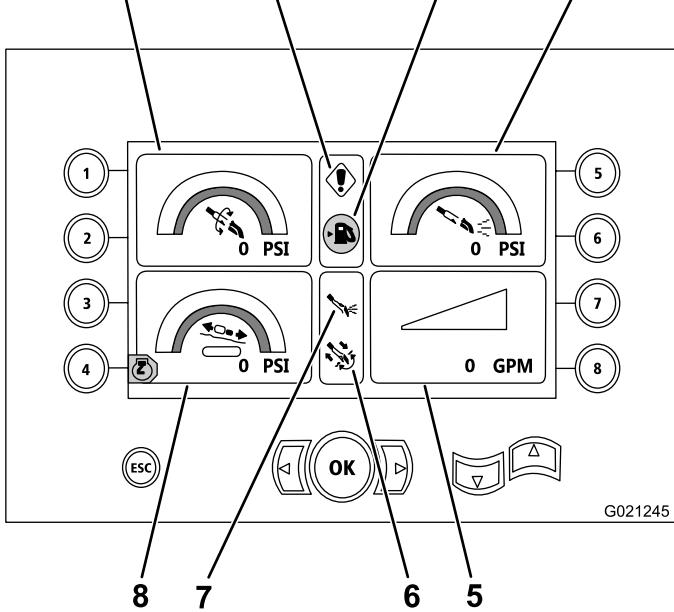

Figura 16
Esta tela exibe a pressão do conjunto rotativo em psi, a pressão do fluido de perfuração em psi, a pressão do sistema de translacão em psi, e a vazão de fluido de perfuração em gpm (Figura 16).
- Aviso de código de erro de perfuração e/ou do motor (Figura 16)
- Aviso de baixo nível de combustível (Figura 16)
- Fluido de perfuração na posição Ligada (Figura 16)
- Perfuração automática na posição Ligada (Figura 16)